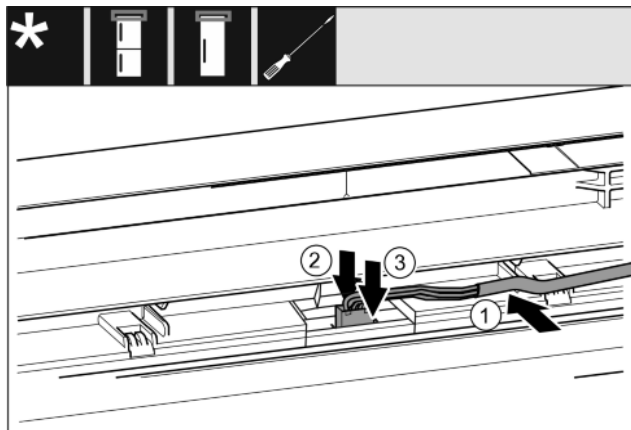

Fig. 35
- ▶ Inserire il cavo grigio nella guida nella porta superiore. Fig. 35 (1)
- ▶ Premere all'indietro il nasello di arresto. Fig. 35 (2)
- ▶ Innestare il connettore. Fig. 35 (3)